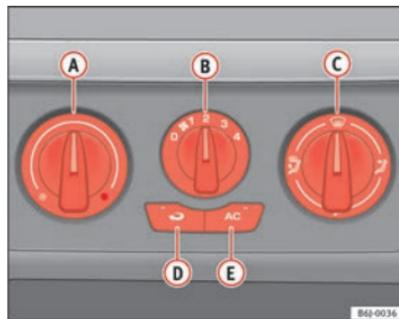

Fig. 91 Comandos do Ar Condicionado no painel de instrumentos
- Desligue o sistema de refrigeração com o botão  ⇒ fig. 91  (apaga-se o aviso luminoso do botão).
No modo de recirculação de ar  $\Rightarrow$  página 130, fig. 91  (acende-se um aviso no botão) evita-se a entrada de cheiros fortes no habitáculo, como os que são frequentes por exemplo na travessia de um túnel ou num engarrafamento.